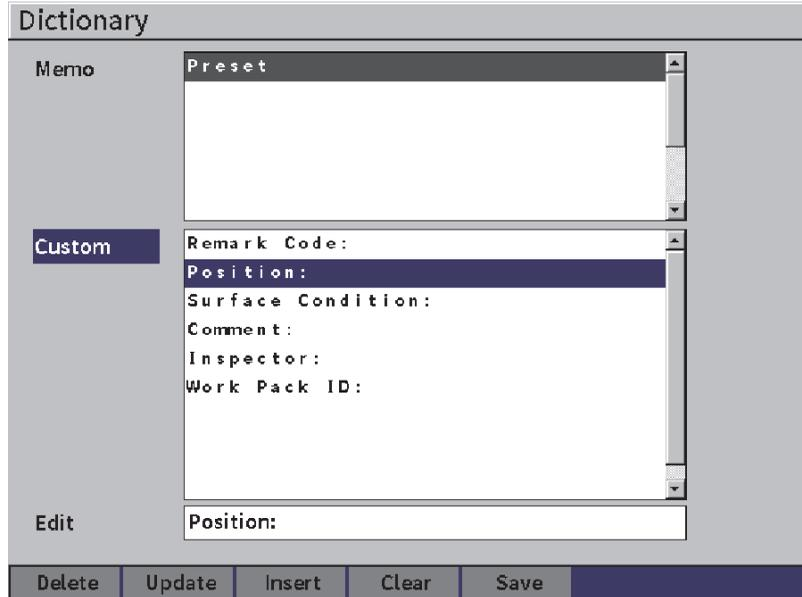

図 9-20 メモ辞書ページ
3. タブキーを押してを押して**カスタム**を選択し、調整ノブを回していずれかのカスタムラベルを選択します（145 ページの図 9-20 参照）。